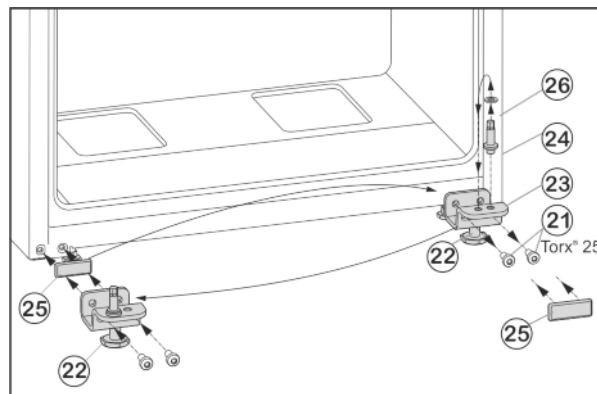

Fig. 9
- Открутите крепежные винты Fig. 9 (21).
- Снимите нижний опорный кронштейн Fig. 9 (23) вместе с опорным пальцем Fig. 9 (24), шайбой Fig. 9 (26) и регулируемой опорой Fig. 9 (22).
- Открутите опорный палец Fig. 9 (24) вместе с шайбой Fig. 9 (26) и, переставив в отверстие на противоположной стороне опорного кронштейна, снова прикрутите.
- Аккуратно снимите защитную пластину Fig. 9 (25) и переставьте ее на противоположную сторону.
- Прикрутите нижний опорный кронштейн Fig. 9 (23) вместе с опорным пальцем Fig. 9 (24), шайбой Fig. 9 (26) и регулируемой опорой Fig. 9 (22) с новой стороны шарнира (**с моментом 4 Нм**), при необходимости используйте аккумуляторный шуруповерт.
- Установите дверь сверху на опорный палец Fig. 9 (24).
- ▶ Выверните регулирующую опору Fig. 9 (22) на нижнем опорном кронштейне Fig. 9 (23) до ее соприкосновения с полом.